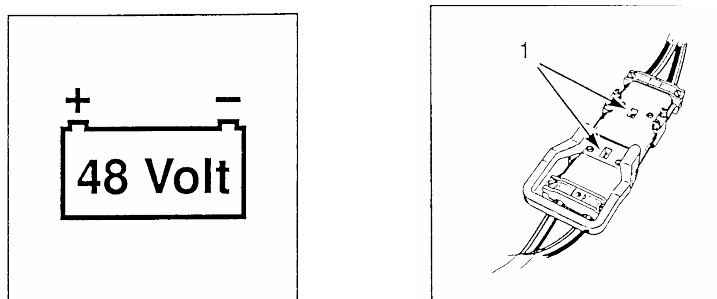

Fig. 2.3-1
Caso seu equipamento utilize um "Euro-conector" na bateria, deve-se observar a posição correta dos pinos de união. Por um visor (*Fig. 2.3-1; item 1*) pode ser verificada a tensão ajustada.